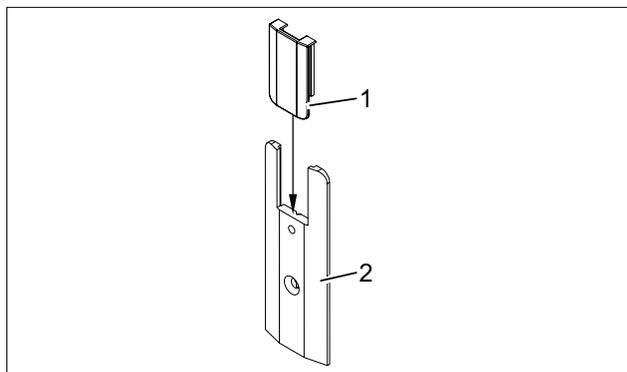

Abb. 46 Stirnabdeckung zusammensetzen
1. Kunststoffkappe (Abb. 46/1) auf die Stirnabdeckung (Abb. 46/2) stecken.